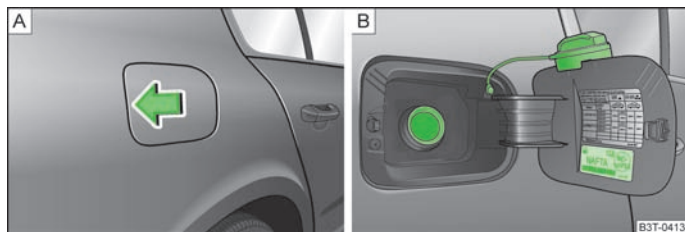

Abb. 158 Fahrzeugseite hinten rechts: Tankklappe öffnen / Tankklappe mit abgeschraubtem Verschluss
Auf der Innenseite der Tankklappe sind die richtigen Kraftstoffarten für Ihr Fahrzeug, sowie die Reifengröße und der Reifenfülldruck angegeben » Abb. 158 - B.
- Auf die Mitte des linken Bereichs der Tankklappe drücken » Abb. 158 - A.
- Den Tankverschluss linksherum herausdrehen und von oben auf die Tankklappe stecken » Abb. 158 - B.